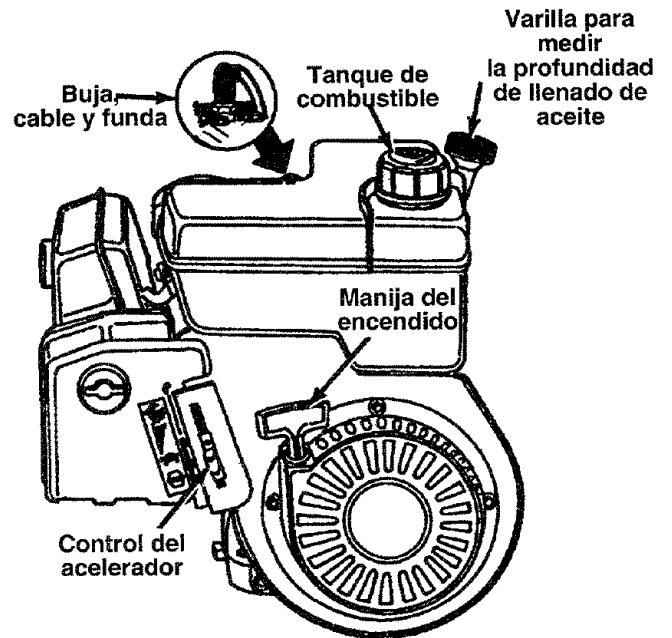

FIGURA 13.
ASEGURESE DE QUE EL CABLE DE LA BUJIA ESTE DESCONECTADO Y ALEJADO DE LA MISMA ANTES DE ARMAR LA PICADORA-DESMENUZADORA. VEA LA FIGURA 13.
- Si fuera necesario una el cable de la bujía y la funda de goma a la bujía. Vea la figura 13.
- Tome la manija del encendido (vea la figura 13) y tire de la cuerda lentamente hasta que el motor llegue al comienzo del ciclo de compresión (en este punto deberá tirarse de la cuerda un poco más fuerte). Deje que la cuerda se enrolle lentamente.